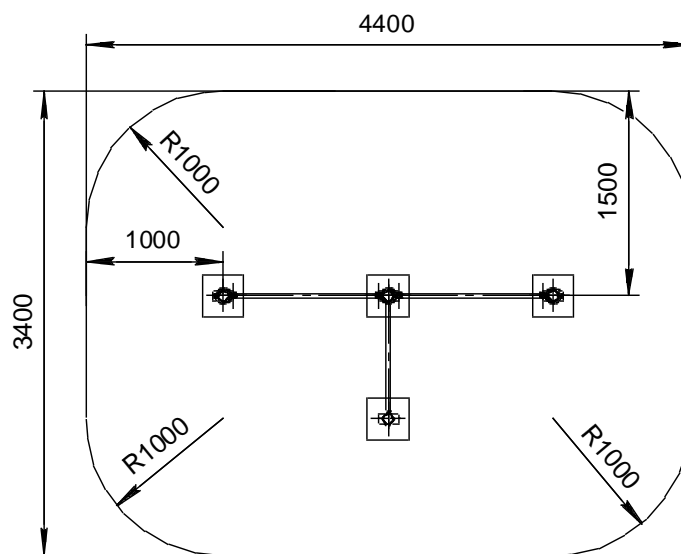

Рис.1
10.3.2 Произвести сборку и монтаж изделия (см. рис. 1; 3), выставив его по уровню: